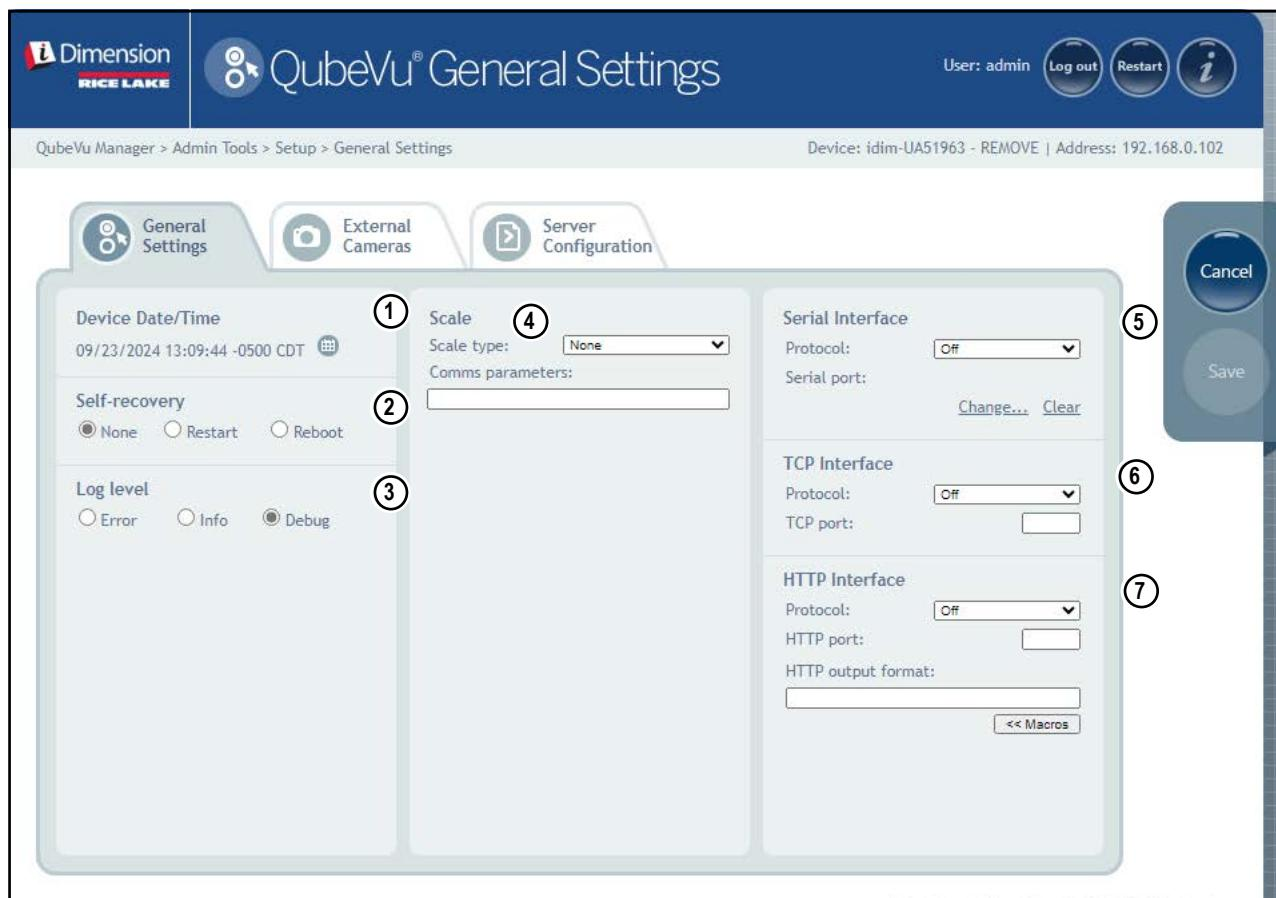

Figura 5-2. Pestaña General Settings (Ajustes generales)
1. Seleccione **QubeVu** o **Cubiscan 110/150** en la lista desplegable de la interfaz serie (Elemento 5 en Figura 5-2 en la página 25).